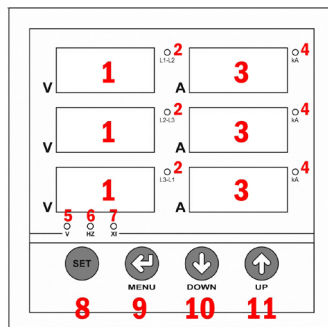

Рис. 1 – Элементы прибора
2. Для переключения отображаемой на дисплеях напряжения и частоты величины (п. 1 рис. 1) нажимайте кнопку **▲**. При выборе измерения линейного напряжения на приборе будет гореть индикатор 5 (рис. 1), при выборе измерения фазного напряжения – индикаторы 5 и 2 (рис. 1), при выборе измерения частоты – индикатор 6. При измерении частоты значение отображается на среднем дисплее левого ряда (п. 1 рис. 1).
3. При нарушении порядка чередования фаз загорится индикатор 7 (рис. 1).